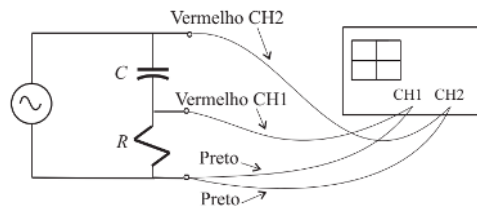

Figura 4: Circuito RC com excitação senoidal conectado ao osciloscópio
- Monte o circuito RC da figura (Figura 4) trocando o capacitor pelo resistor no circuito anterior.